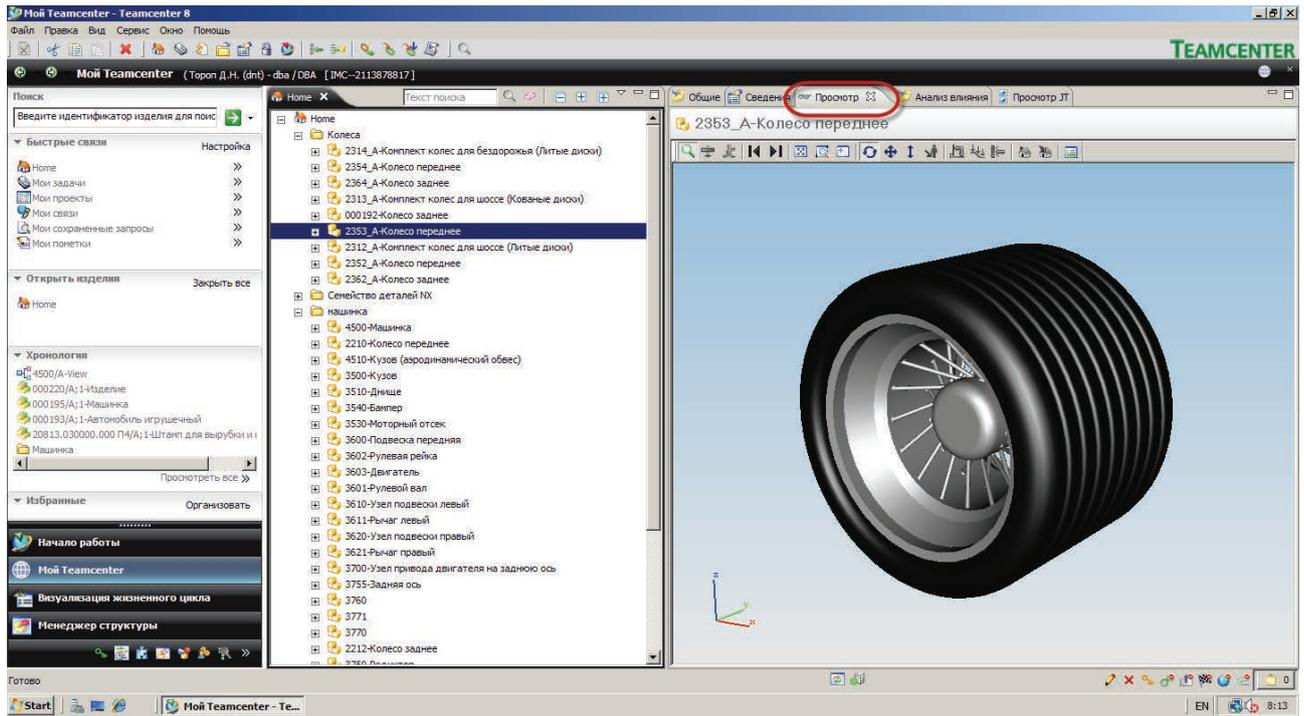

Рисунок 17.1
- **Мой Teamcenter**, на вкладке **Просмотр** в правой части окна приложения (рис. 17.1);